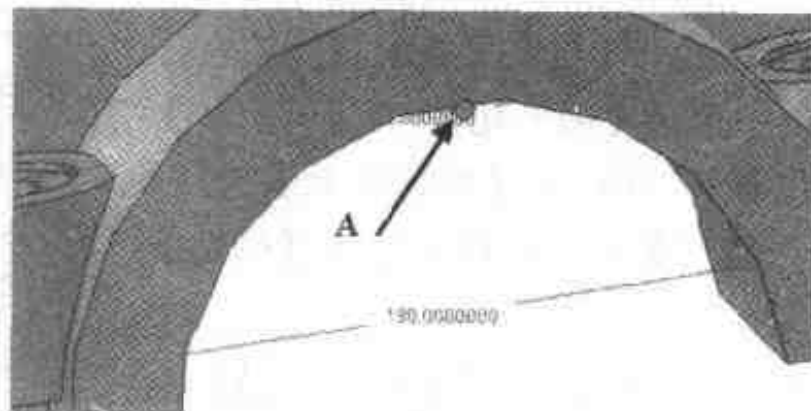

图 2.46 添加【自定义孔】图素
- (14) 从【工具】设计元素库中向如图 2.46 所示的中点 A 处拖入一个【自定义孔】智能图素。
- (15) 在弹出的对话框中选择【简单孔】，将孔直径改为 10，孔深度改为 24，在【底部形状】选项组中选择【V 形底部】单选按钮，单击【确定】按钮。